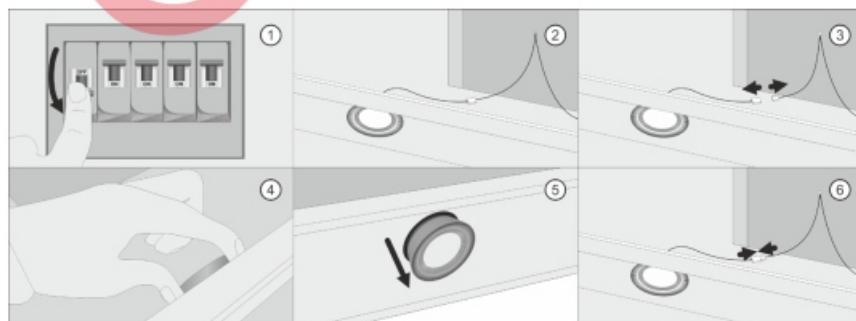

Рис. 15 Замена ламп освещения
Перед заменой ламп следует отключить изделие от сети питания. (Рис. 15. 1)
1. Поднять стекло вытяжки и извлечь жировой алюминиевый фильтр; (Рис. 15. 2)
ния лампы, нажав на фиксатор на нем; (Рис. 15. 3)
3. Изнутри вытяжки нащупать две фиксирующие пластины лампы, сжать их пальцами и вытолкнуть лампу вниз; (Рис. 15. 4, 5)
4. Установить новую лампу того же типа и характеристик (12 В, 1,5 Вт), и последовательно подключить к питанию. (Рис. 15. 6)